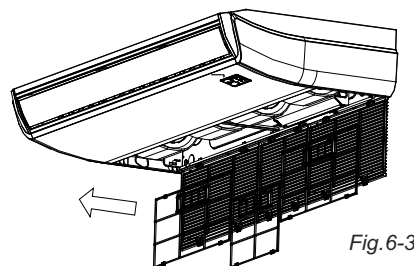

Fig. 6-3
- Directamente extraer el filtro de aire tal y como se muestra en la Fig. 6-3.
- Re-instalar el filtro de aire en la posición inversa (ver Fig. 6-3).